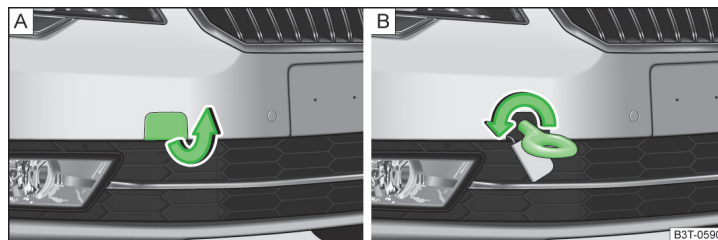

Abb. 188 Ausbau der Abdeckkappe / Einbau der Abschleppöse
- Die Abdeckkappe aus dem vorderen Stoßfänger herausnehmen » **Abb. 188** - **A**.
- Die Abschleppöse nach links bis zum Anschlag einschrauben » **Abb. 188** - **B** und diese so fest wie möglich anziehen. Für das Festziehen empfehlen wir, z. B. den Radschlüssel, die Abschleppöse eines anderen Fahrzeugs oder einen ähnlichen Gegenstand zu verwenden, der durch die Öse gesteckt werden kann.